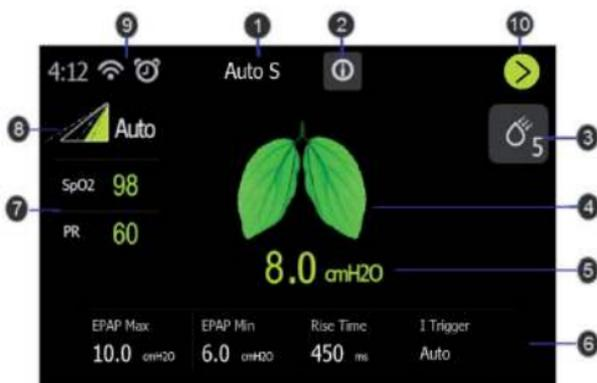

Abbildung 2: Patiententherapie-Menü
3. Drücken Sie die Taste Therapie Ein/Aus auf der Oberseite des Geräts, um den Luftstrom einzuschalten und die Therapie zu beginnen. Auf dem Bildschirm erscheint das Patiententherapie-Menü (siehe Abbildung 2).
Wenn die Therapie beginnt, wechselt der Bildschirm zum Patiententherapie-Menü, auf dem die während der Therapie überwachten Therapieparameter angezeigt werden (siehe Abbildung 2). Die angezeigten Parameter hängen vom aktuellen Therapiemodus ab.